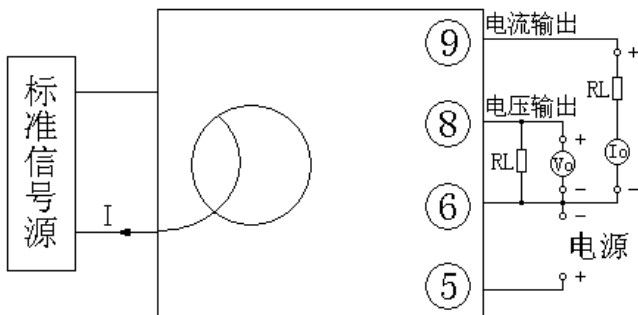

图 6 产品精度试验接线图
① 高精度大电流仪表校验仪输出直接接入，如图 6，记录仪表校验仪的显示数据；
② 使用普通高精度仪表校验仪作为信号源时，采用安匝法输入。校验仪输出的小电流（5A、10A 或更高），输送到变送器的输入线圈中，在校验仪输出端串接精密电流表监测输入电流，根据安匝法折算出输入电流 I 的值。